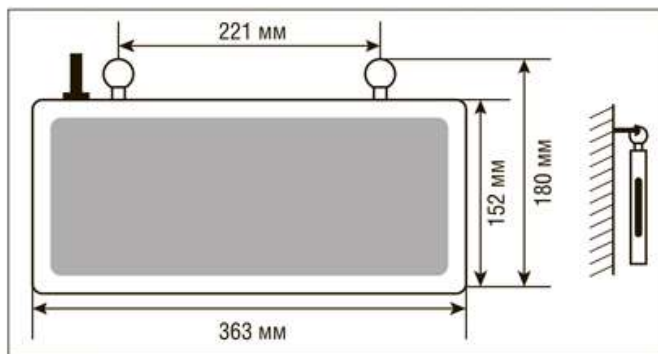
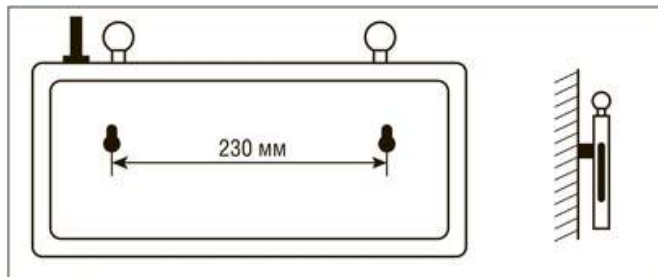

Рисунок 1.
Рисунок 2.
- При накладном способе монтажа подготовьте два отверстия по месту установки согласно расположению монтажных отверстий светильника. Установите саморезы в отверстия. Установите светильник на стену с помощью монтажных колец в верхней части светильника (Рис.1) или с помощью монтажных отверстий на задней стенке светильника. (Рис.2)*.